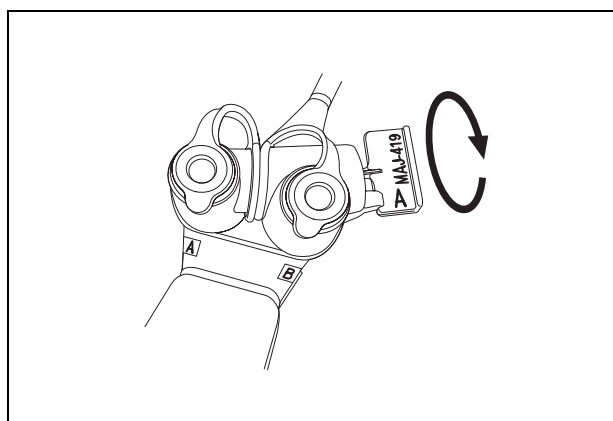

Рис. 3.20
2. Поверните рычаг переключения аспирации на клапане для биопсии так, чтобы метка «А» находилась вверху (см. Рис. 3.20).